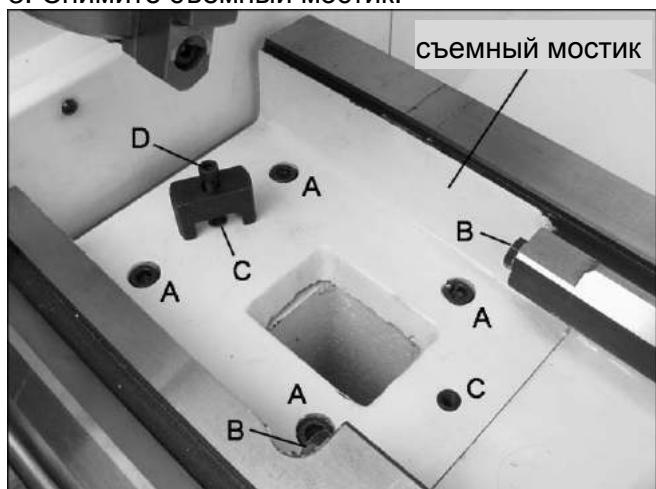

Рис.33
1. Для снятия съемного мостика (Рис.33), удалите четыре винта (A) и два винта (B) на торцах направляющих.
2. С помощью съемника, поставляемого вместе со станком, винтом (D) извлеките два конусных позиционирующих штифта (C).